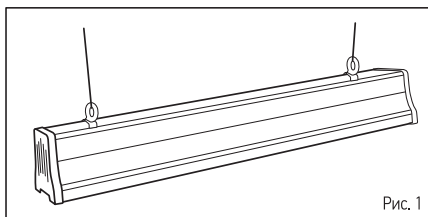

Рис. 1
- Для установки используйте скобы и подвесные кольца из комплекта и цепь или толстый трос (в комплект не входят), способный выдержать вес изделия, Рис. 1. Убедитесь в надежности подвеса.